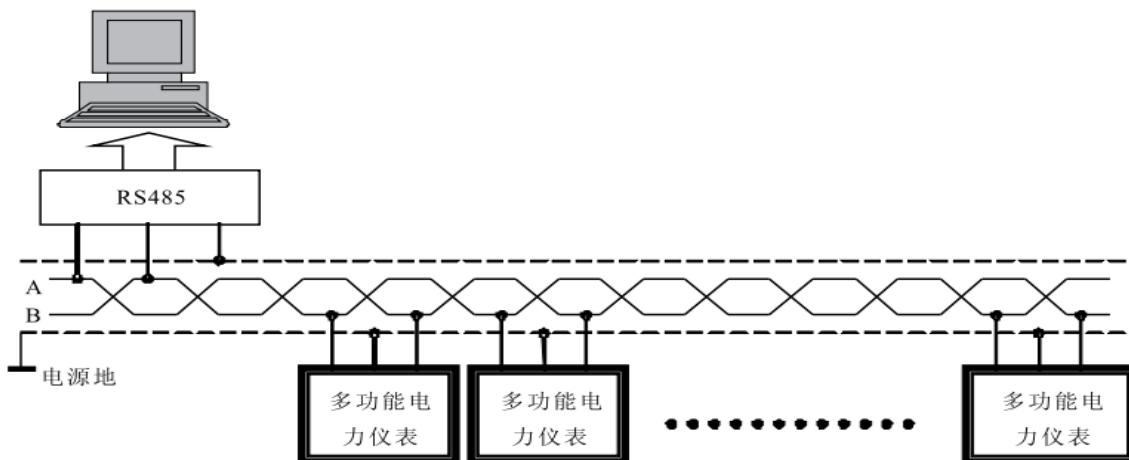

图2 T型网络的连接方式
5.5.1.4 仪表提供串行异步半双工RS485通讯接口, 采用Modbus-RTU协议, 各种数据信息均可在通讯线路上传送。在一条线路上可以同时连接多达32个网络电力仪表, 每个电力仪表均可设定不同通讯地址(Address No.), 不同系列仪表的通讯接线端子号码不同, 通讯连接应使用带有铜网的屏蔽双绞线, 线径不小于0.5平方毫米。布线时应使通讯线远离强电电缆或其他强电场环境, 推荐采用T型网络的连接方式(见图2), 不建议采用星形或其他的连接方式。